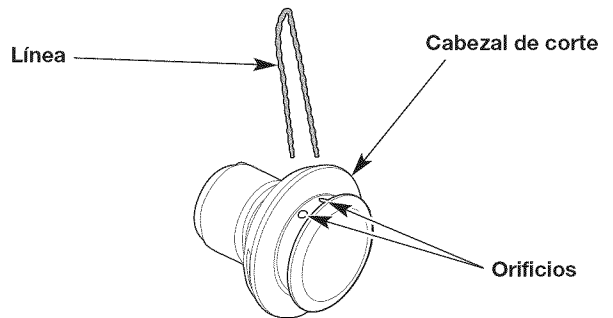
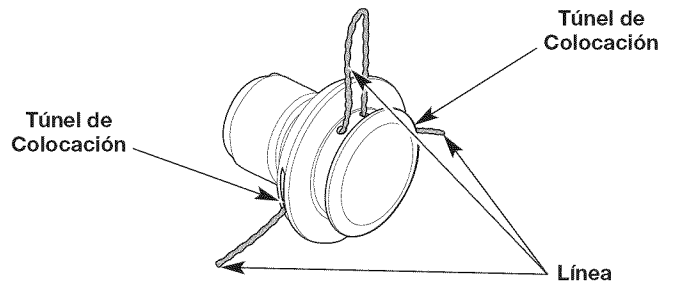

Fig. 11
Fig. 12
3. Inserte los extremos de la línea en los orificios grandes ubicados al costado del cabezal de corte (Fig. 11). Empuje la línea a través de los orificios hasta que ambos extremos salgan de los túneles de colocación (Fig. 12).